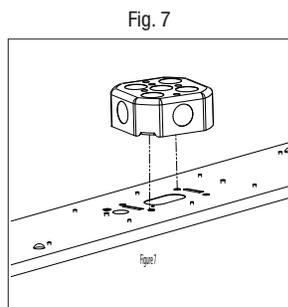

Fig. 7
3. Pour installer la boîte de jonction, retirez la lentille et alignez les trous de montage du luminaire avec ceux de la boîte de jonction. Utilisez les fixations fournies avec la boîte de jonction pour la fixer au luminaire (Fig. 7).